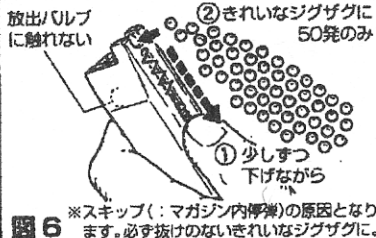

図6 ※スキップ(マガジン内停弾)の原因となります。必ず抜けないきれいなジグザグに。
### <C. BB弾の給弾>⇒図6参照
- ①図6を参考にマガジンフォロワーの指かけを少しずつ下げながら、
- ②マルゼン製BB弾を給弾口から数発ずつ、きれいなジグザグに50発まで流し込んでください。